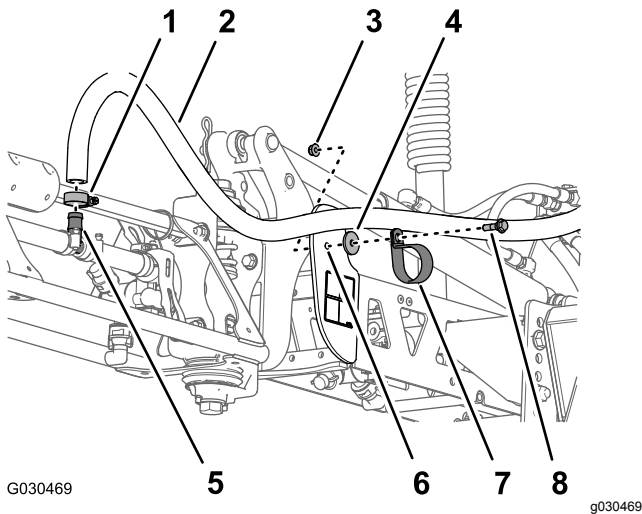

Bild 61
1. Entfernen Sie an der Vorderseite des Auslegerabschnitts des Sprühfahrzeugs die R-Klemme, die Ansatzschraube (5/16"), Scheibe (5/16") und Sicherungsbundmutter (5/16"), mit denen der Auslegerschlauch am mittleren Abschnittsrahmen befestigt ist (Bild 61).
2. Nehmen Sie die Schlauchklemme und den Auslegerschlauch vom gezahnten T-Anschlussstück ab (Bild 61).